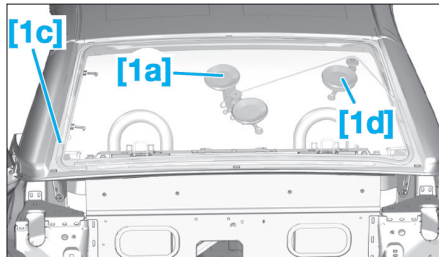

FIG. 51
- Déplacer les outils [1a], [1d] suivant l'évolution de la découpe du cordon d'adhésif joint (Fig.51).